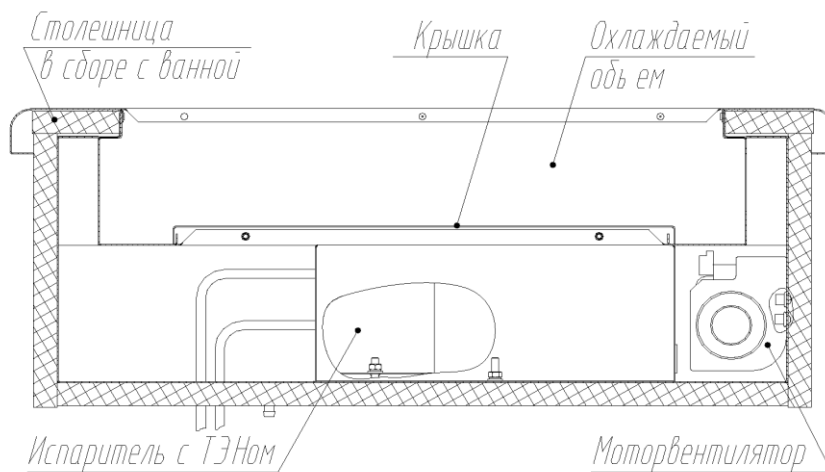

Рисунок 2 - Столешница в сборе с ванной ТЭН убрать
5.4 Столешница (поз.3) в сборе с ванной, внутри которой расположены испаритель с вентилятором (см. рис.2), закрытые крышкой, сверху устанавливаются gastronorm-емкости.